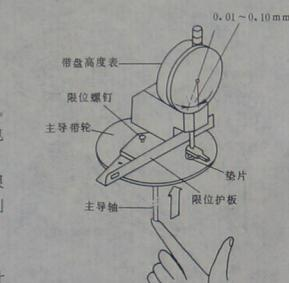

图 1-48 主导轴游动间隙调整
1) 拆卸下顶盖、底板、前面板、护罩板和磁带盒仓。将录像机翻倒过来, 使底部朝上。然后, 打开操作器电路板、主电路板和磁头放大器/亮度 (2) 电路板。
2) 将垫片置于主导带轮上, 将带盘高度表放置于限位护板上, 如图 1-48 所示。继而调节带盘高度表指针到“0”。
3) 如图 1-48 所示, 用手指头顶推主导轴。